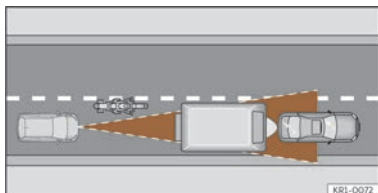

Fig. 113 Motociclist în față, în afara razei de acțiune a senzorului cu radar.
- Autovehicule nealiniat în timpul deplasării sau aflate în afara zonei de detectare a senzorului, cum ar fi motocicletele >>> **fig. 113.**